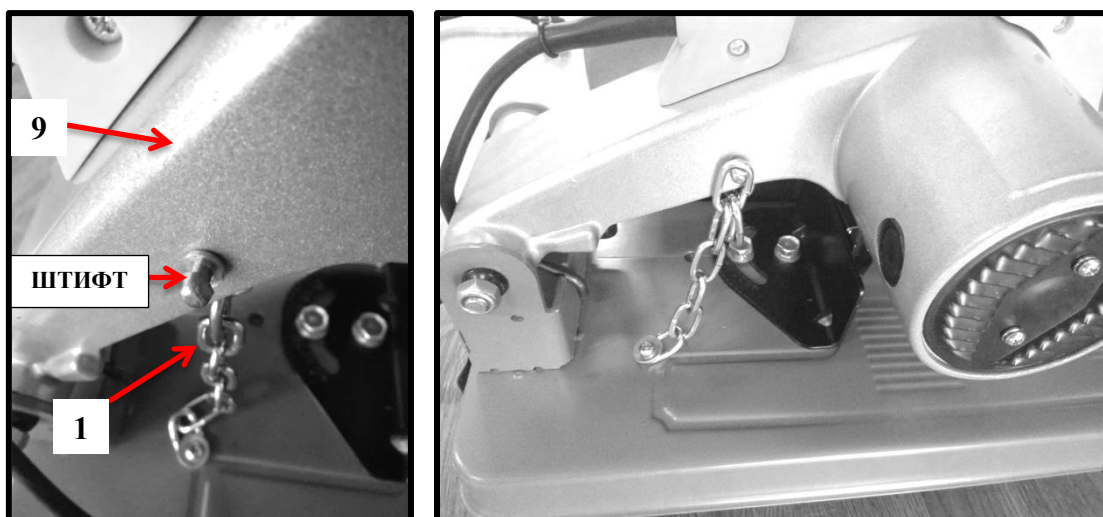

Рис.9
1. Опустите поворотный кронштейн **9** (рис.1 и рис.9) до упора.
2. Зафиксируйте кронштейн цепочкой **1** (рис.9) надев её на специальный штифт на кронштейне.